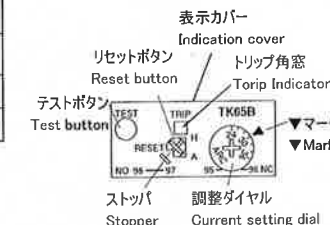

Fig.3
- (1) 調整ダイヤルを回して目盛りの範囲内で、モータの全負荷電流を▼マークに合わせてください。(Fig. 3)
- (2) 目盛りの範囲外で使用了場合、性能を満足できません。
- (3) テストボタンを手前に引くとシーケンスチェックができます。(Fig. 3)
- (4) サーマルリレーが動作した場合は、トリップ角窓に黄色の表示が出ます。(自動リセットの状態では、動作しても角窓に黄色の表示が出ません)(Fig. 3)
- (1) Turn the current setting dial within the scale so that the full load current of the motor is at the ▼ mark (Fig. 3). Do not use beyond the scale, or the expected performance cannot be obtained.
- (2) By pulling the test button, checking of control circuit wiring can be done.(Fig. 3)